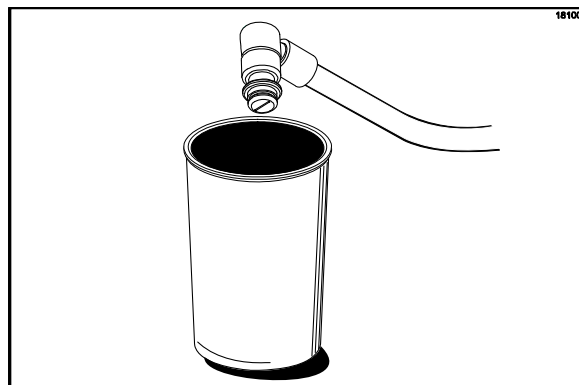

Рисунок 32
20. Все сиропы необходимо правильно заправить, чтобы выдвинуть воздух из линий подачи сиропа. Чтобы заправить каждую линию подачи сиропа, держите эту линию сиропа над пустым стаканчиком. (См. рис. 32)